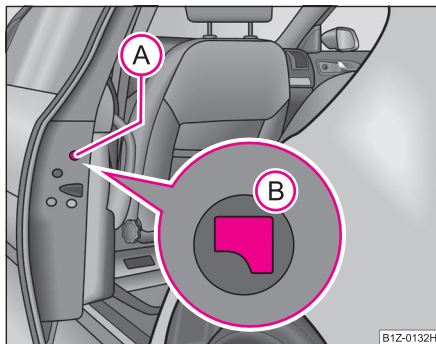

Fig. 29 Ușa din spate: Încuierea de urgență a ușii
- Îndepărtați capacul (A) ⇒ fig. 29.
- Introduceți cheia în orificiul de sub capac și apăsați maneta (B) în interior până la limită.